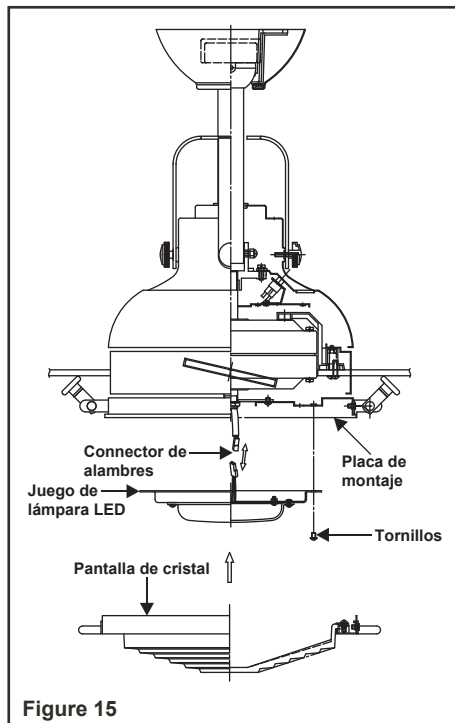

Figure 15
Paso 1. Quite 1 de los 3 tornillos de los postes de la placa de montaje y afloje los otros 2 tornillos. (No los quite) (Fig. 15)
Paso 3. Coloca los orificios tipo ojo de cerradura en el kit de luces LED sobre los 2 tornillos de montaje del kit de luces previamente aflojados de la placa de montaje, gira la kit de luces LED hasta que caiga en su lugar en la parte estrecha de los orificios tipo ojo de cerradura. (Fig. 15)
Paso 4. Conecte la pantalla de cristal a la placa de montaje (Fig. 15) Posicione los agujeros en la pantalla de cristal con la placa de montaje y entonces gire abajo los cuatro "padlocks". (Fig. 16)